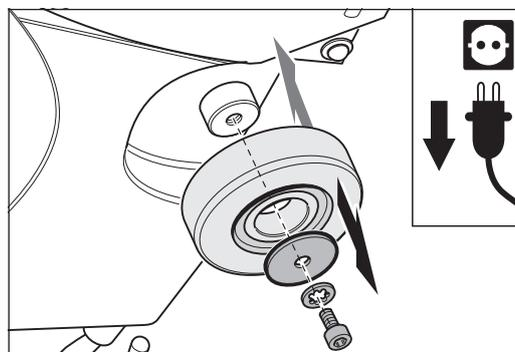

Fig. 48 Desmonte el tornillo junto en las arandelas del centro de la rueda y retire la rueda lateral. El montaje se realiza por el orden inverso.
- 3 Afloje el tornillo del centro de la rueda y retire el tornillo y las arandelas (Fig. 48).